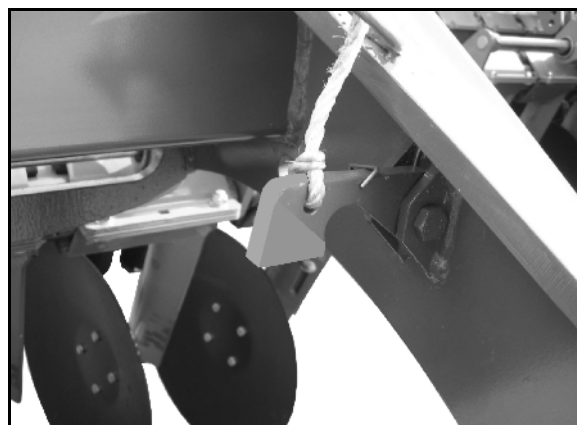

Рис. 53
- Рис. 53 - Левая сторона агрегата